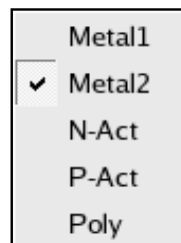
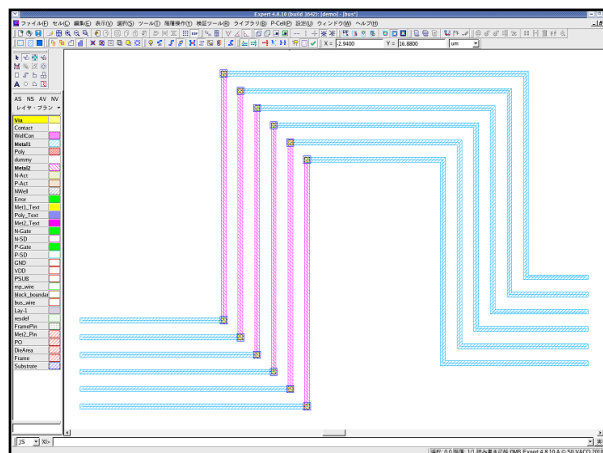
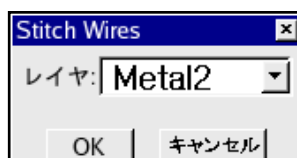

図9: 配線層切り替えメニュー
図13: [ワイヤのレイヤを変更]コマンドでバス配線のレイヤを変更
図12: [Stitch Wires]数値入力パネル
- 3) マウスの右ボタンで表示されるコンテキスト・メニュー (図9参照) から、違う配線層を選択。
- 2) [Stitch Wires]数値入力パネル (図12参照) または、マウスの右ボタンで表示されるコンテキスト・メニューから (図9参照) 別レイヤを選択することによって、選択したバス・セグメントのレイヤを変更します (図13参照)。